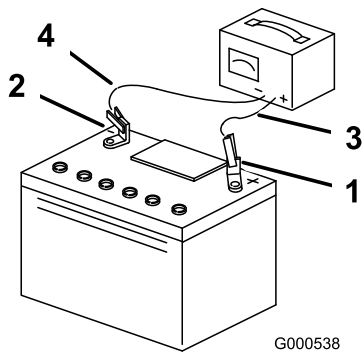

Рисунок 56
- После полной зарядки аккумулятора отсоедините зарядное устройство от электророзетки, а затем отсоедините провода зарядного устройства от штырей аккумулятора (Рисунок 56).